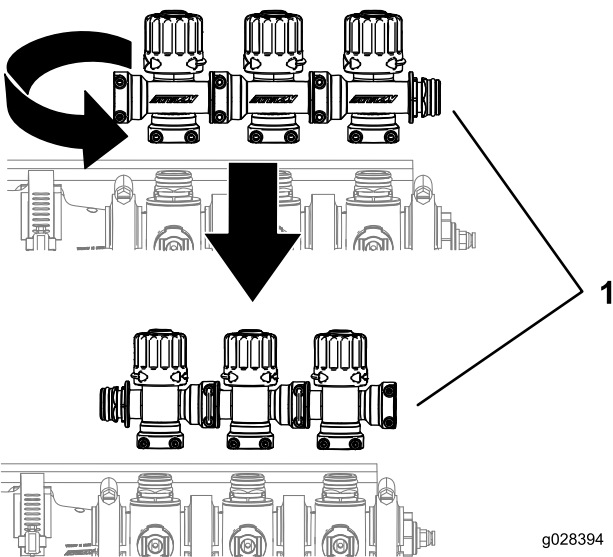

Bild 5
4. Drehen Sie die Baugruppe zur Einstellung des Überstromventils um 180 Grad, wie in **Bild 5** abgebildet.